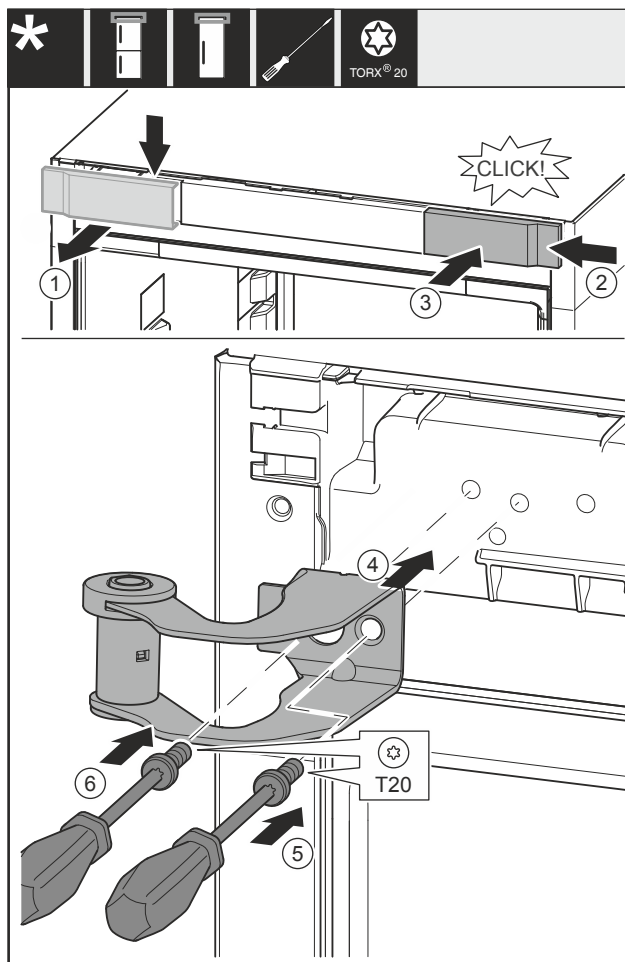

Fig. 14
- ▶ Skinite poklopac Fig. 14 (1) odozgo prema naprijed.
- ▶ Zakvačite poklopac Fig. 14 (2) okrenut za 180° na drugoj strani zdesna.
- ▶ Pustite da se poklopac Fig. 14 (3) uglavi.
- ▶ Postavite gornji podložak ležaja Fig. 14 (4).
- ▶ Pritegnite vijak Fig. 14 (5).
- ▶ Pritegnite vijak Fig. 14 (6).